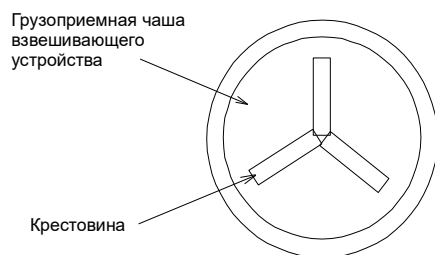

Рисунок 3
**ВНИМАНИЕ!** Во избежание выхода из строя взвешивающего устройства категорически запрещаются любые механические воздействия на крестовину взвешивающего устройства (см. Рисунок 3 Руководства).
Убедитесь в том, что грузоприемная чаша взвешивающего устройства и крестовина (Рисунок 3 настоящего Руководства) не загрязнены остатками продуктов. В противном случае произведите чистку грузоприемной чаши взвешивающего устройства с помощью щелевой насадки пылесоса, работающего на всасывание.